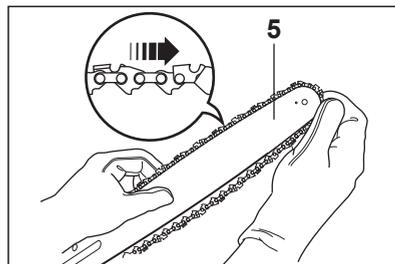

Fig. 2
- > Étalez la chaîne [6], en faisant attention à bien orienter les lames dans le sens de rotation, puis enfiler la chaîne dans la rainure autour du guide-chaîne [5] (fig. 2).